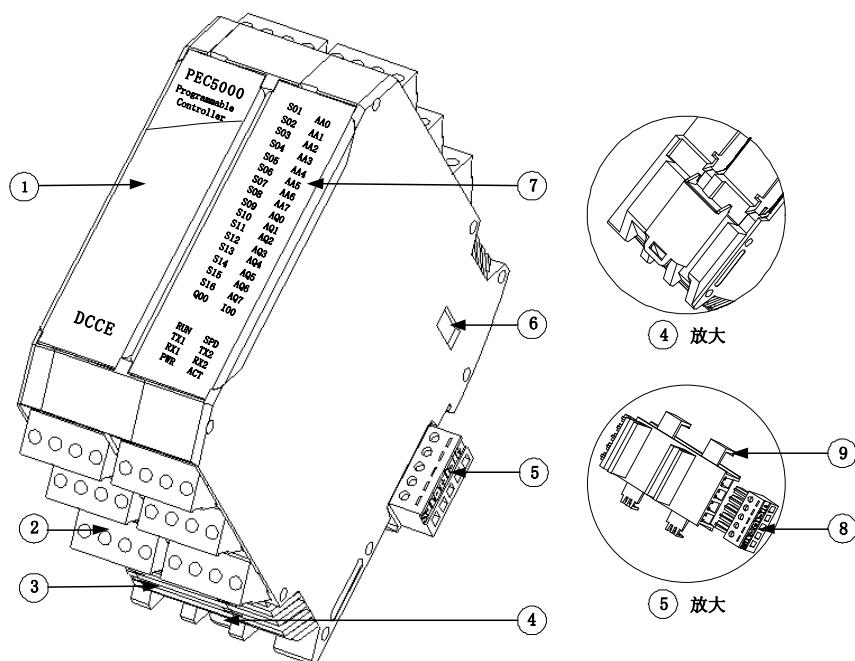

图 4-1-1 整体外观
PEC5000 主要由以下几部分组成：①型号贴：说明产品型号。②输入输出端子：输入输出与通信接线端子。③散热口：确保产品快速散热。④导轨卡扣：将控制器安装到 DIN 导轨上的夹具。⑤总线连接器：由电源端子⑧（24V 电源与串口 1 接线端子）和连接器底座⑨组成。⑥拨码区：硬地址设置。⑦指示灯：指示设备运行状态。图 4-1-1 为产品整体外观图。